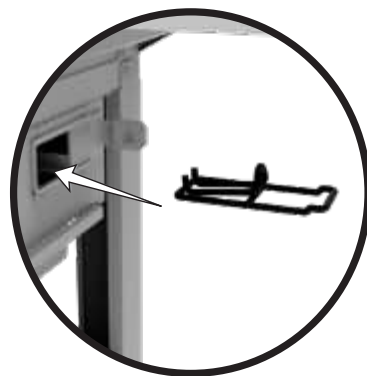

Рисунок 1
8. Поместите 1 растопку в держатель растопки (см. рис. 1).
4. Поместите 1 растопку в держатель растопки (см. рис. 1).